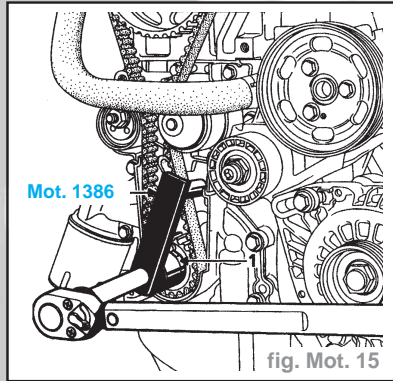

fig. Mot. 15
- Mettre en place l'entretoise (1) du **Mot. 1386** et serrer la vis du pignon de vilebrequin (fig. Mot. 15).